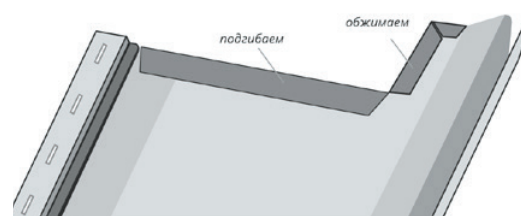

Рисунок 13
14. Подготовьте первую панель **5**, примыкающую к дормеру сверху слева (Рис. 13).